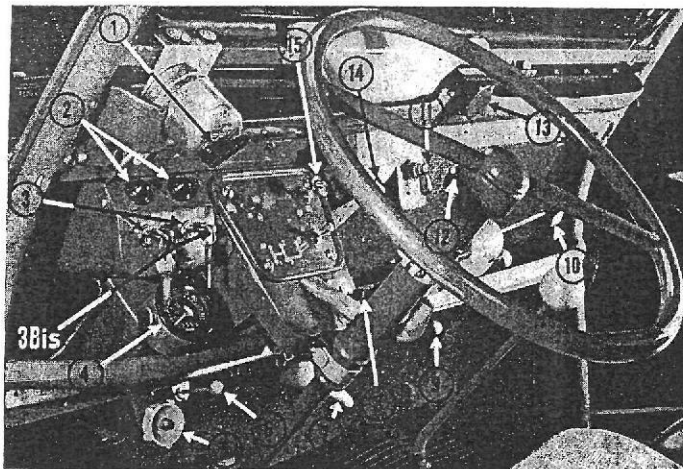

FIG. 7. — TABLEAU DE BORD
Mettez le contact sur le moteur avant (3) fig. 7 (le voyant rouge (2) fig. 7 doit s'allumer).
Avec la main gauche appuyez sur le bouton-poussoir (3 bis) fig. 7 à droite du contact et avec la main droite tirez le starter (15) fig. 7 (face au conducteur).
Avertisseurs et phares (10) fig. 7
Tout en roulant, vous trouverez facilement le bon réglage en tournant le bouton cranté 5 (fig. 7). Vous diminuerez la portée de l'éclairage en le tournant dans le sens des aiguilles d'une montre; vous l'augmenterez en le tournant en sens inverse.
Frein à main (7) Fig. 7
Essuie-glace électrique (1) Fig. 7
L'essuie-glace fonctionne même lorsque la voiture est à l'arrêt. Pour l'actionner tournez le bouton dans le sens de la marche (M), figure 7.
Indicateur de braquage (12) Fig. 7
Commande des indicateurs de direction (11) Fig. 7